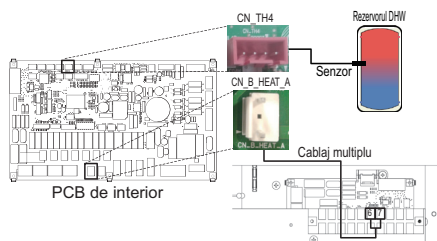

Fig. 1
**Etapa 2.** Conectați cablajul (Violet) al ansamblului plăcii PCB principale (TB1(6/7)) la mufa „CN\_B\_Heat\_A” a plăcii PCB principale, conform fig. 1 de mai jos.
**Etapa 4.** Conectați sursa de alimentare la kitul pentru rezervorul DHW, conform fig. 1.